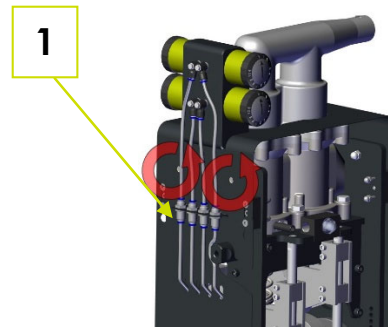

Fig. 4-5: Arrière
2. Sur la face arrière de la Pompe à pistons (Fig. 4-5 : Face arrière), desserrer de 5 tours les deux vis à six pans creux M6x50 avec une clé Allen de 4 mm (↻).
3. Desserrer les conduites de graissage (Fig. 4-5 : Face arrière) des raccords enfichables (1).